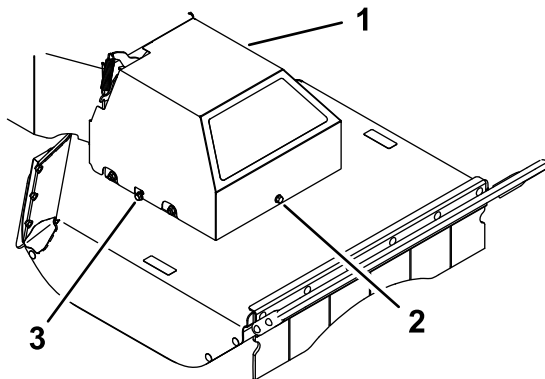

Figure 32
5. Desserrez les boulons gauche et droit de quelques tours, puis desserrez le boulon avant jusqu'à ce que le couvercle soit desserré (Figure 32).
boulons latéraux. Serrez le boulon avant, puis les deux boulons latéraux (Figure 32).